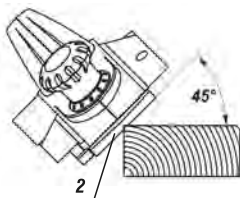

fig. 7 – biselando
El cepillo VONDER debido a su ranura en "V" (2) en la base frontal permite la realización de biseles en maderas, conforme muestra la fig. 7;
2. Inclíne el cepillo en un ángulo de 45°, y apóyelo en la pieza conforme la fig. 7;